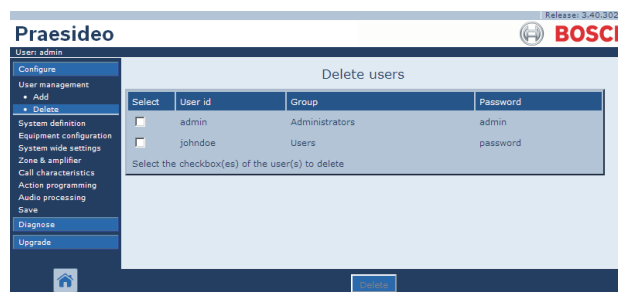

figura 42.5: Cancellazione utente, passaggio 1
- 1 Passare a *Configure > User management > Delete*. Nella cornice principale dell'interfaccia web, appare una schermata simile a quella in figura 42.5.